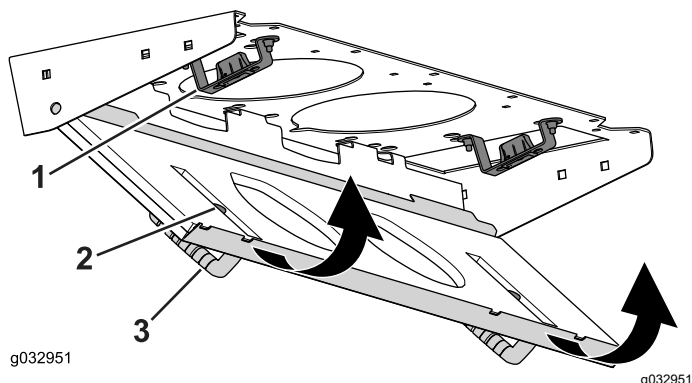

Рисунок 88
4. Поверните сетчатый фильтр вокруг монтажных лепестков так, чтобы защелка зафиксировалась в креплении защелки в сборе (Рисунок 88).